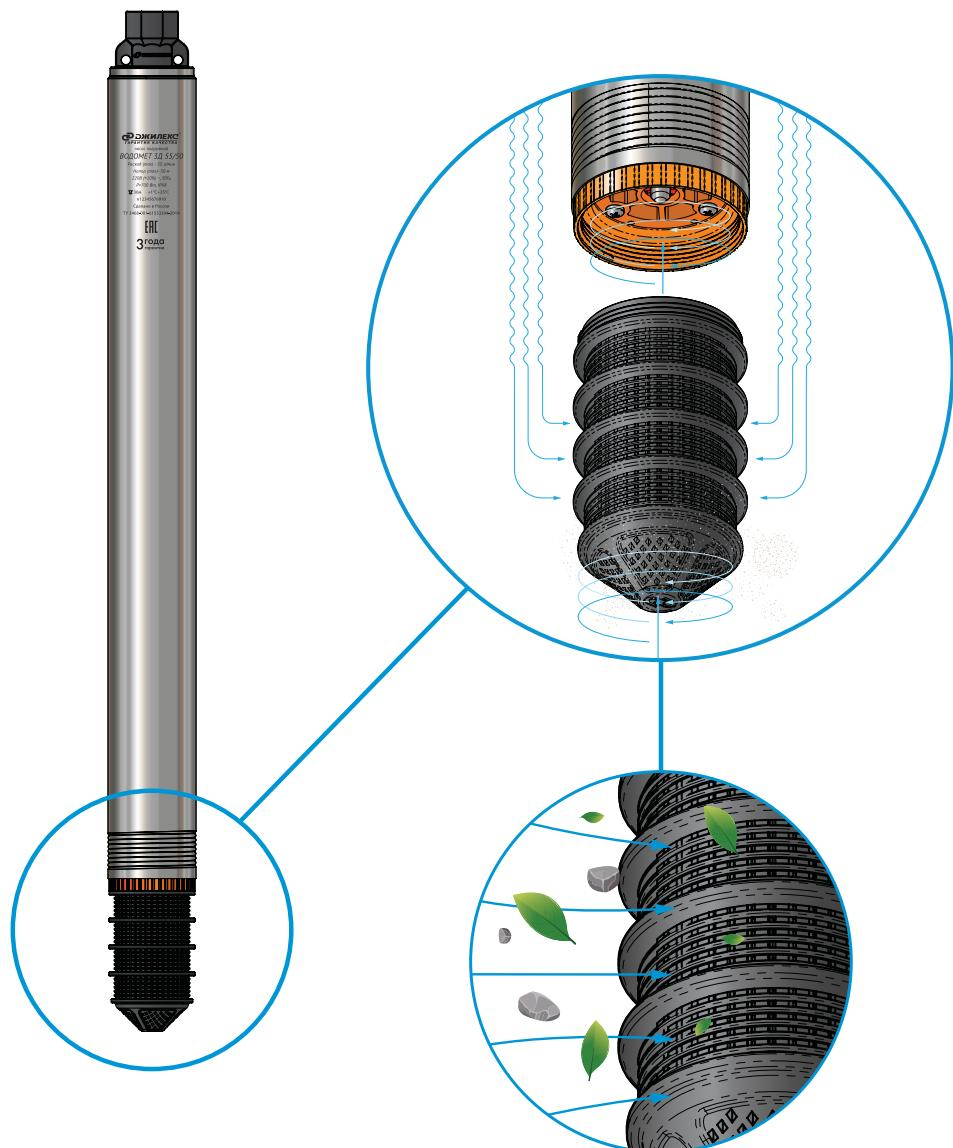

Рисунок 2
- В нижней части насоса «ВОДОМЕТ Зд» расположена водозаборная часть, состоящая из крышки и съемного сетчатого водозаборного фильтра (рисунок 2). Съемный водозаборный фильтр позволяет обеспечить повышенную степень защиты насоса, предотвращая всасывание грязи и песка. Конусообразная форма нижней крышки облегчает опускание насоса в скважину при «ступенчатом» соединении обсадных труб. Площадь поверхности заборной сетки фильтра в разы больше, чем у классической конструкции водозаборной части насоса. Это позволяет полноценно качать воду, даже если ошибочно при монтаже насос опустили на дно источника или при частичном засорении всасывающей сетки, не теряя при этом своих характеристик и не подвергая перегрузкам электродвигатель. Фильтр состоит из двух частей – адаптера и фильтрующей сетки, соединенных между собой резьбой. При загрязнении глиной, илом, длинноволокнистыми включениями достаточно открутить фильтрующую сетку и очистить её. Это упрощает обслуживание и увеличивает срок службы насоса.